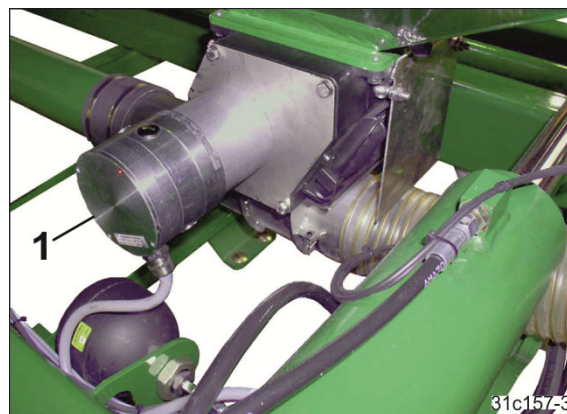

Fig. 7
- Motoréducteur électrique EA423 (Fig. 7/1)